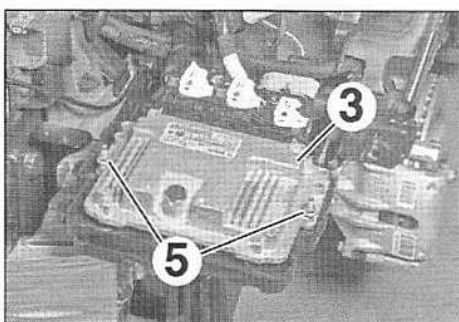

FIG.44
- Déposer les écrous (5) et séparer le calculateur de son support (Fig.44).